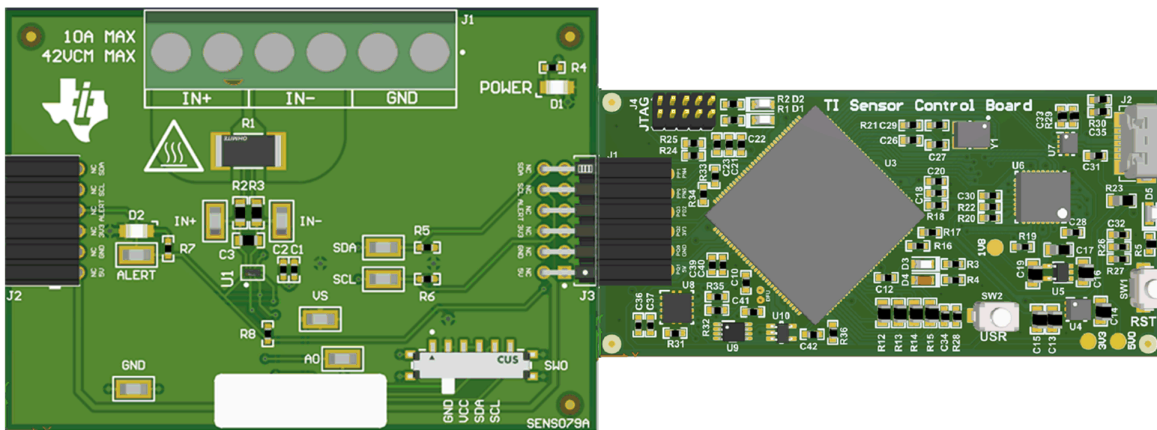

图 4-1. EVM 连接到 SCB 控制器
3. 如图 4-1 所示，将 EVM 连接到 SCB 控制器。
若要将 EVM 和 SCB 控制器 (单独销售) 搭配使用，如图 4-1 所示连接 EVM。